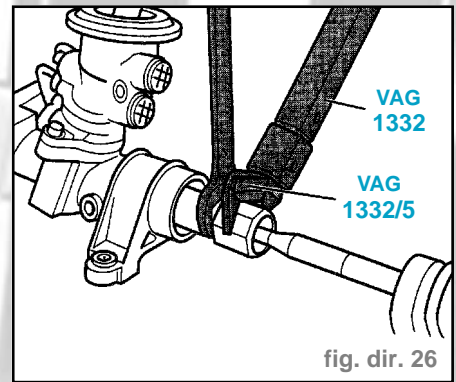

fig. dir. 26
- Pour desserrer et serrer, maintenir avec la clé à fourche (ouverture 21) (fig. dir. 26).